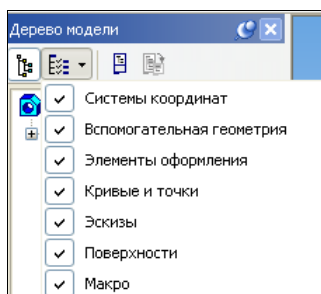

Рис. 16.8. Выпадающее меню **Дерева модели**
- 2. Нажмите черный треугольник справа от кнопки **Состав дерева модели**. Появится выпадающее меню (рис. 16.8) с группами объектов Дерева.